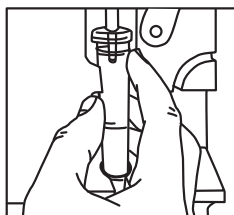

Figura 4A
5. Deslice la cámara de derrame hacia la guía de la cámara de derrame superior (vea la Figura 4A).
6. Acople y asegure la cámara en la guía de la cámara de derrame inferior (A).